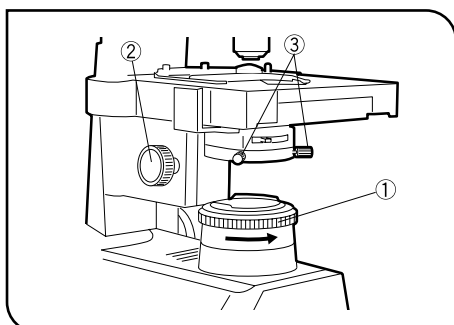

Abb. 21
1 Zentrieren der Leuchtfeldblende (Abb. 21 & 22)
1. Das 10X-Objektiv einschwenken und das Objekt scharfstellen. Den Leuchtfeldblendenring ① gegen den Uhrzeigersinn drehen, um die Blende nahezu auf ihre kleinste Öffnungsweite einzustellen.
2. Den Einstellknopf für die Kondensorhöhe ② drehen, um das Bild der Leuchtfeldblende scharfzustellen.
3. Die beiden Kondensor-Zentrierschrauben ③ durch Drehen so einstellen, dass sich das Bild der Leuchtfeldblende in der Mitte des Sehfeldes der Okulare befindet. (Abb. 21 & 22)